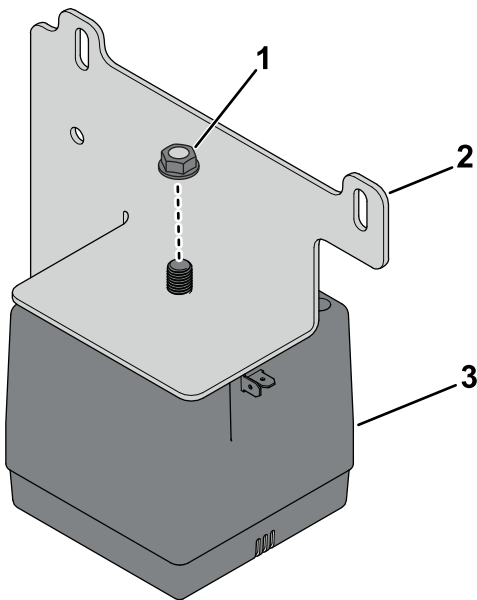

Figure 25
13. Fixez l'avertisseur sonore à son support avec l'écrou existant (**Figure 25**).